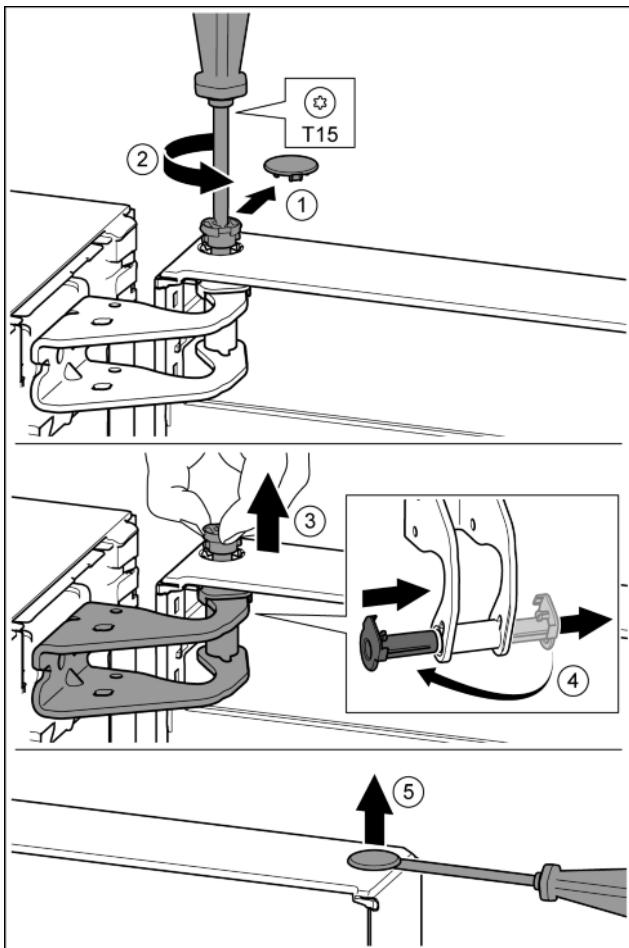

Fig. 13
- Осторожно снять предохранительную крышку. Fig. 13 (1)
- Немного выкрутить палец отверткой T15. Fig. 13 (2)
- Удерживать дверь и вытянуть палец рукой. Fig. 13 (3)
- Опорную втулку вывести из направляющей. Установить и зафиксировать с другой стороны. Fig. 13 (4)
- Осторожно приподнять шлицевой отверткой заглушку из опорной втулки двери и вынуть. Fig. 13 (5)